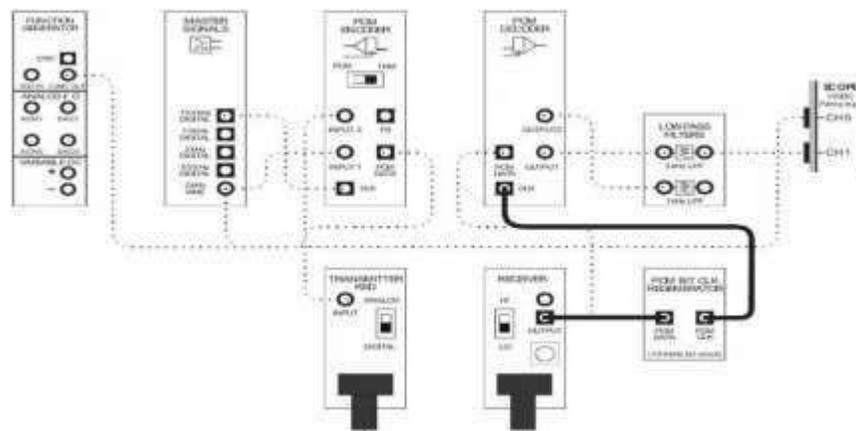

Figura 5.
1. Sin desconectar el cableado ya existente, desconectar la entrada CLK del módulo decodificador, en el módulo receptor la salida OUTPUT conectarla a la entrada PCM DATA del módulo PCM BIT CLK REGENERATOR y la salida PCM CLK del mismo llevarla a la entrada CLK del módulo decodificador (Figura 5).